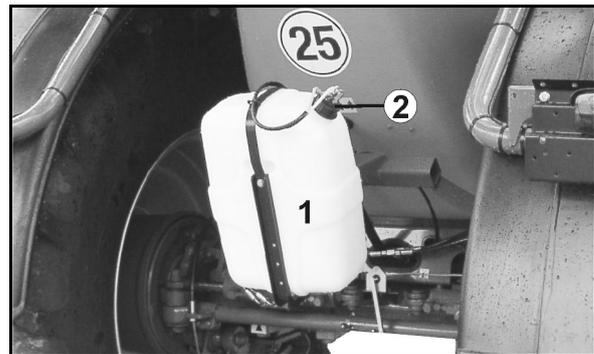

Fig. 124
- **Super-L-Gestänge Fig. 124/...:**
- (1) Behälter
- (2) Schlitzschraube
- (3) Kompressor